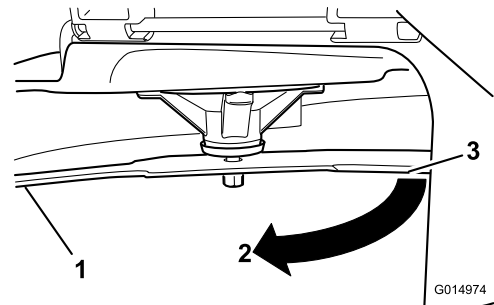

Figure 55
- Tournez la même lame de 180 degrés pour amener l'autre tranchant à la même position (Figure 55).